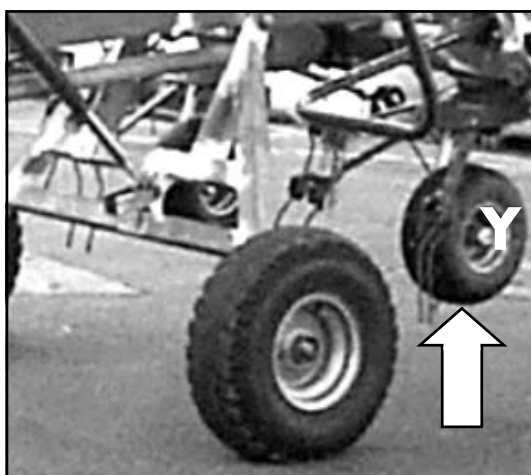

Fig. 3-12
2. Faire sortir le vérin du train de roulement jusqu'à amener les roues (Y) à une distance d'environ 10 cm par rapport au sol (fig. 3-12).